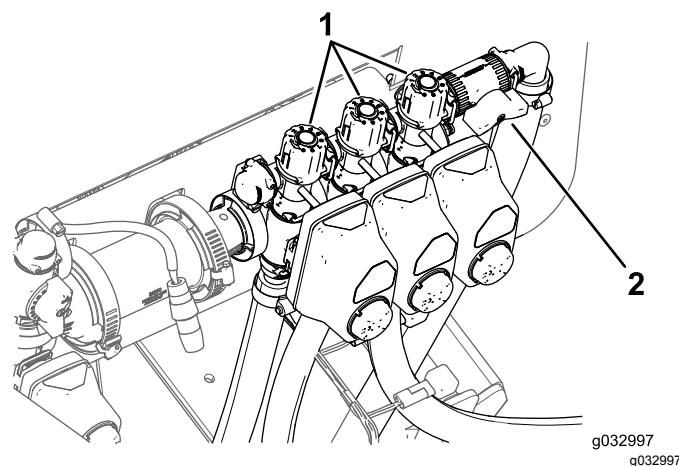

図 47
11. 左ブームをOFFにし、ブームバイパスノブ **図 47** を使って、先ほどと同じ水圧表で求めた水圧に調整する。
13. 右ブームのブームバイパスノブ **図 47** を使って、先ほどと同じ水圧表で求めた水圧に調整する。
15. 中央ブームのブームバイパスノブ **図 47** を使って、先ほどと同じ水圧表で求めた水圧に調整する。